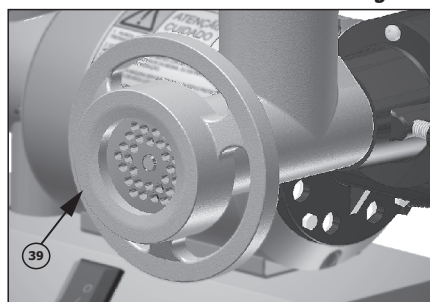

Figura 6
- Em seguida coloque e rosqueie o volante do moedor (39) até encostar no disco para moer conforme *figura 6*. Não há necessidade de aperto excessivo, apenas encoste.